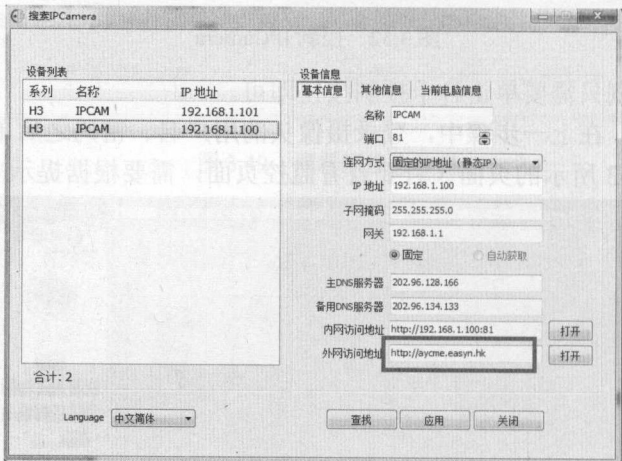

图 3.56 无线控制 IPCamera
(7) 最后将网线拔掉, 即可实现无线网络访问摄像头监控页面。
(8) 如果在外网, 需要通过摄像头的外网地址进行访问, 如图 3.56 所示。